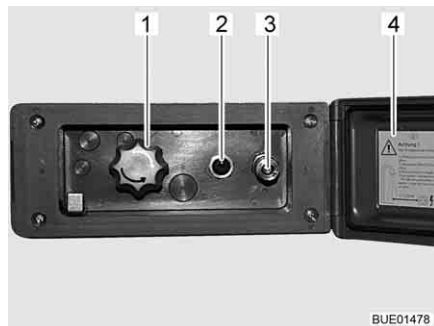

Bild 161 Duschanslutning utsida
- Lås upp och öppna locket (Bild 161,4).
- Anslut ytterduschens slang med snabbkopplingen (Bild 161,3).
- Koppla in vattenpumpen med brytaren (Bild 161,2).
- Ställ in vattentemperaturen enligt önskemål med vredet (Bild 161,1).
- Koppla ur vattenpumpen med brytaren (Bild 161,2).
- Stäng locket (Bild 161,4) och lås det med nyckeln.
- Ställ vredet (Bild 161,1) på mittläget.